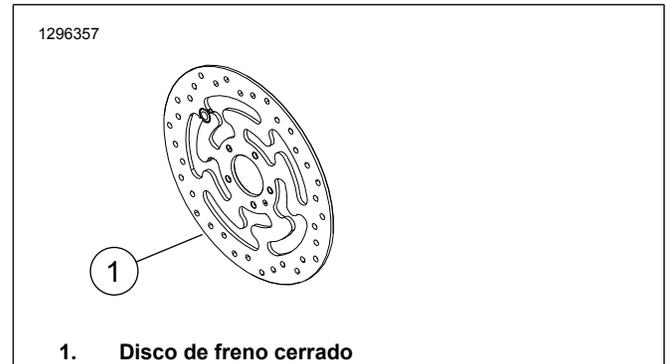

Figura 1. Estilo del disco del freno delantero
- Tornillos del disco de freno (vea Figura 1 y Tabla 1 .)